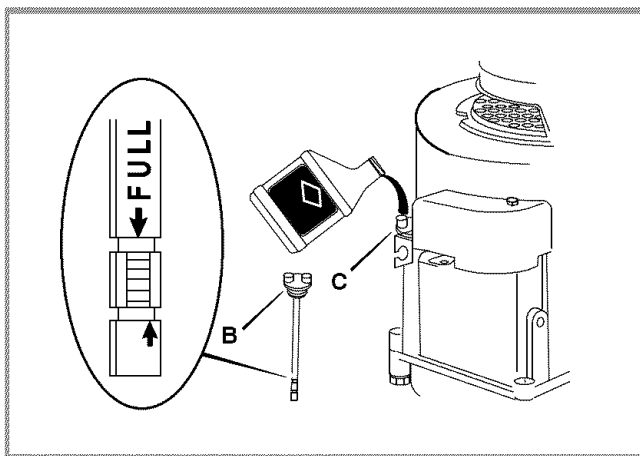

Figura 19: Llenado de aceite
- 9 Antes de verificar el nivel de aceite, espere 2 minutos para que el aceite drene de la boca de llenado de aceite. Luego, coloque la varilla indicadora y verifique el nivel del aceite. Asegúrese de que el aceite esté en la marca FULL (LLENO) que aparece en la varilla indicadora (ver Figura 19). No sobrepase este nivel.